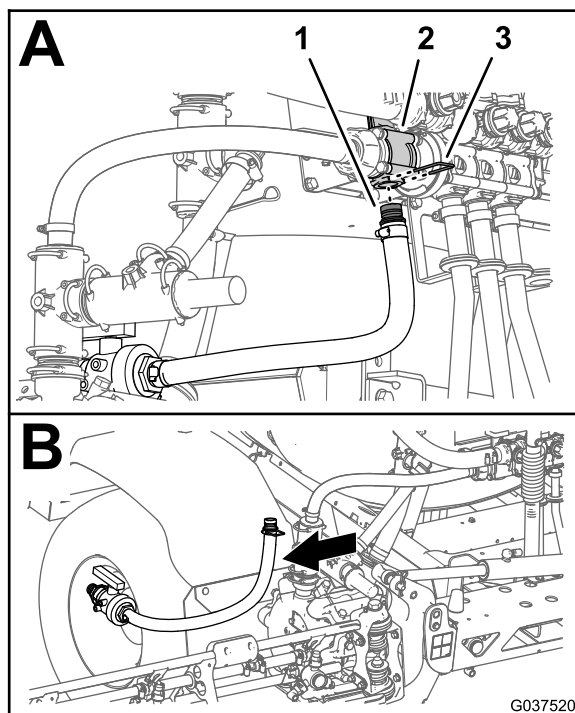

图35
3. 拆下将搅拌供水软管直通宝塔接头固定至搅拌阀的卡环图35。
4. 拆下机器上的球阀和搅拌供水软管图35。